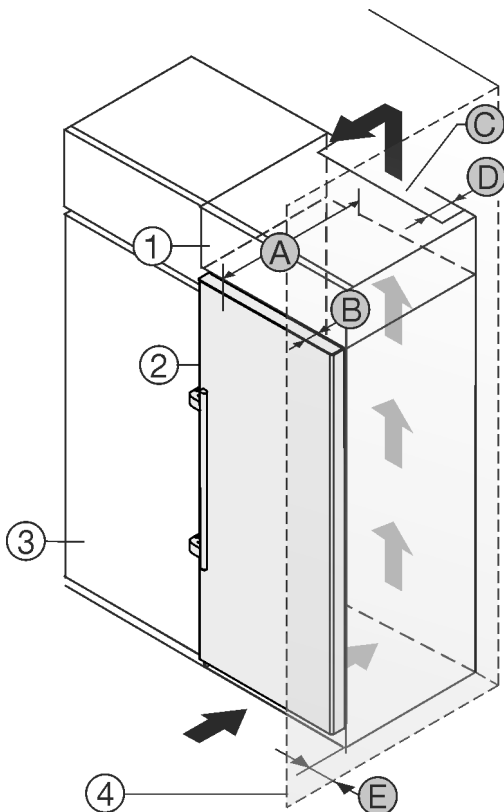

Fig. 2
Můžete přístroj nainstalovat přímo vedle kuchyňské skříňky Fig. 2 (3)*.
Na zadní straně nastavné skříňky musí být větrací šachta hluboká Fig. 2 (D) přes celou šířku nastavné skříňky.*
Pod stropem místnosti musí být dodržen ventilační průřez Fig. 2 (C)*.
Když přístroj instalujete závěsy vedle stěny Fig. 2 (4), musí být vzdálenost mezi přístrojem a stěnou minimálně 57 mm . To odpovídá přesahu madla při otevřených dveřích.*
Aby bylo možné dvířka plně otevřít, musí přístroj přesahovat o hloubku dveří Fig. 2 (B) vůči přední linii kuchyňské skříňky. V závislosti na hloubce kuchyňských skříňek Fig. 2 (3) a použití vymezovačů odstupů od stěny může přístroj vyčnívat dále.*